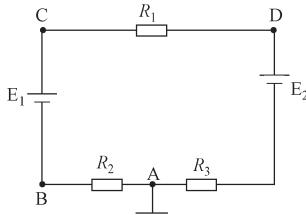

图 2-42 题 2 图
2. 如图 2-42 所示，已知 $E_1=40V$, $E_2=7V$, 电源内阻不计, $R_1=4\Omega$, $R_2=2\Omega$, $R_3=5\Omega$, 求 B、C、D 三点的电位分别是多少？